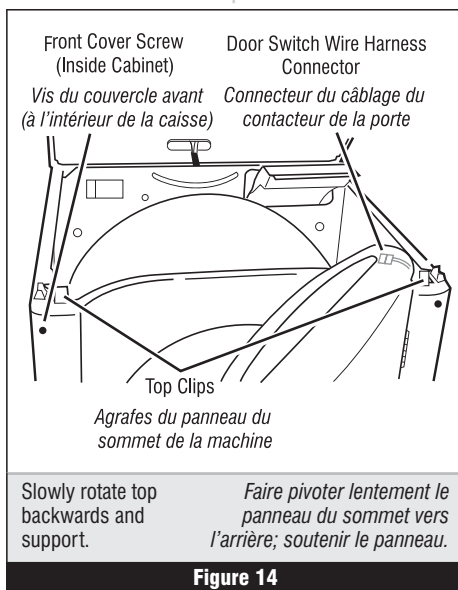

Figure 14
5. Push on the retaining clips located under top of dryer on the right and left side using a flat object such as a putty knife. See figure 14.
7. Disconnect the door switch wire harness located on the right side. See figure 14.
5. Appuyer sur les agrafes de retenue situées sous le panneau du sommet de la sècheuse (à droite et à gauche); utiliser un objet plat, comme la lame d'un couteau à mastic. Voir figure 14.
7. Débrancher le connecteur du câblage du contacteur de la porte (sur le côté droit). Voir figure 14.